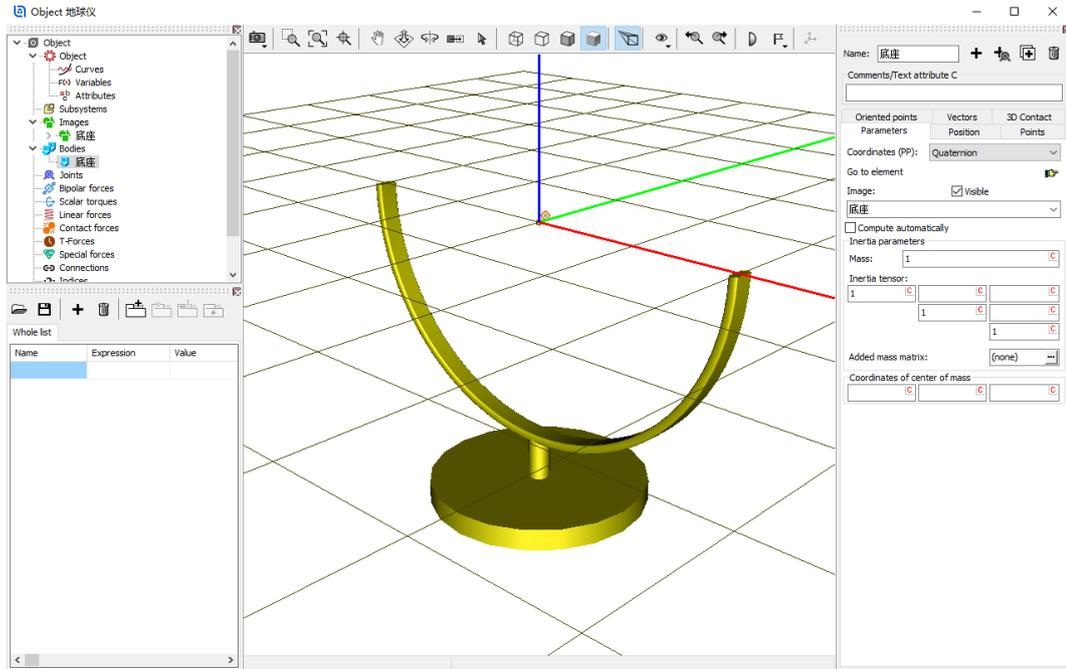

图 2-11
- 5) 在交互界面顶部 **Name** 处将该刚体重名为**底座**，在 **Parameters** 页面下部 **Mass** 处定义质量（国际单位：kg）为 **1**，在 **Inertia tensor** 处定义刚体相对其惯性主轴的转动惯量（国际单位： $\text{kg} \cdot \text{m}^2$ ）分别为 **1, 1, 1**，如图 2-11。